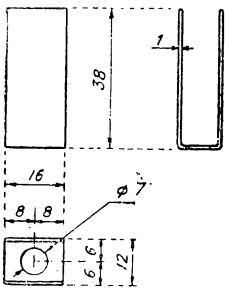

Рис. 35
- 6 — скоба для крепления катушки (рис. 35),